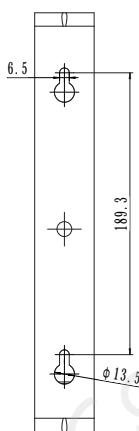

Fig. 2
3. Utilisez le support mural comme gabarit pour déterminer la place des trous, et forez 4 trous dans le mur (fig. 2).